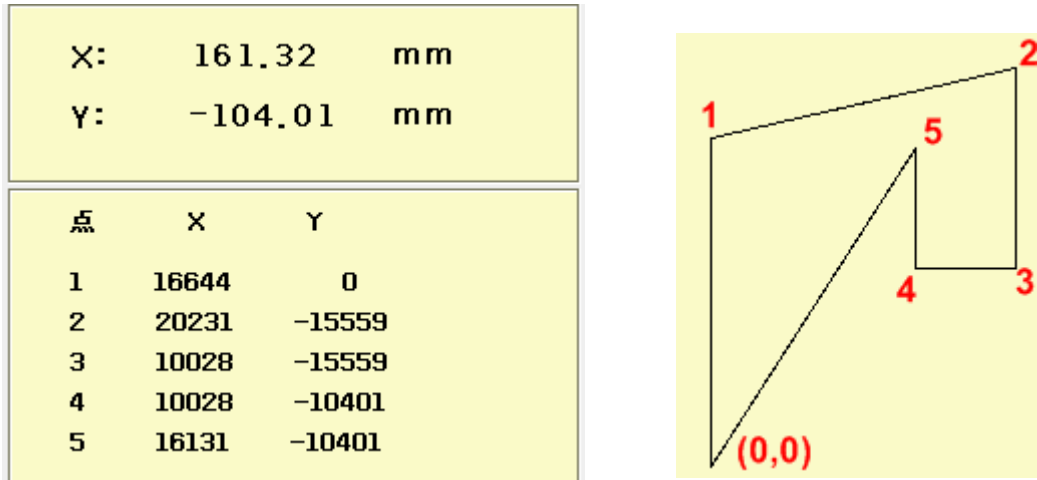

图 8-2：多点定位
- 废料钢板：钢板是不规则图形。点击“多点定位”键，进入多点定位子菜单，按控制键（图 4.2）移动割炬至废料的各个顶点，按“定位”键定位。（0,0 点无需定位）如图 8-2 所示，要定义一个这样的不规则钢板废料，需要定 5 个点，每次定点后，定点坐标都会显示在左上方的信息框内。定完最后一个点后，按“《”键回到零件套料子菜单，废料图形会显示在图形界面上。